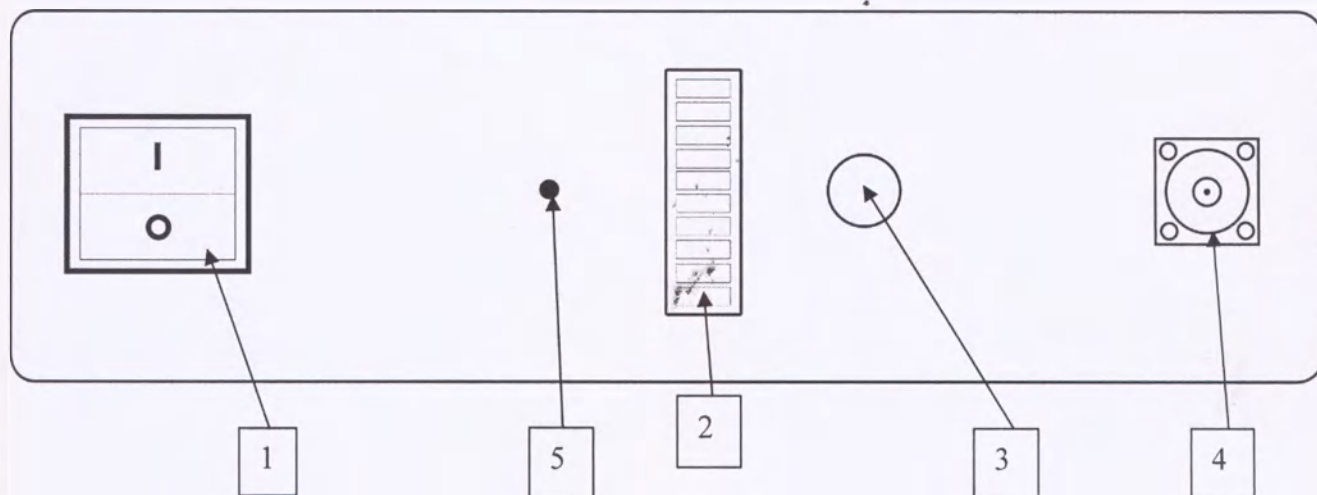
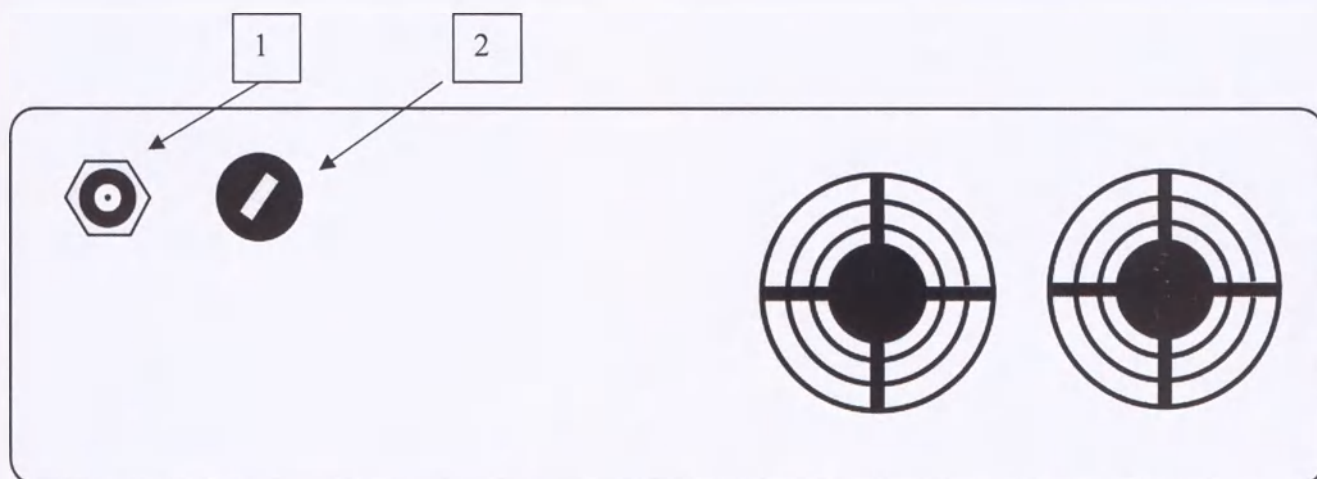

Рис. 4. Вид передней панели электронного блока
Рис. 5. Вид задней панели электронного блока
9.6. Расположение органов управления и индикации электронного блока показаны на Рис. 4 и Рис. 5.